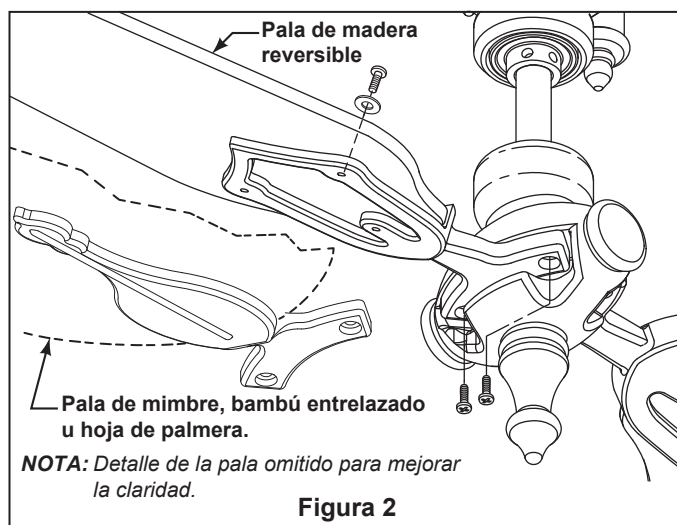

Figura 2
- ☐ 2. Monte a continuación la pala ensamblada / soporte con pala en el volante y asegúrelo con los tornillos del mismo (Figura 2)
2. Restaure la fuente de alimentación de la toma de corriente enciendo la electricidad del fusible principal. (Figura 2)